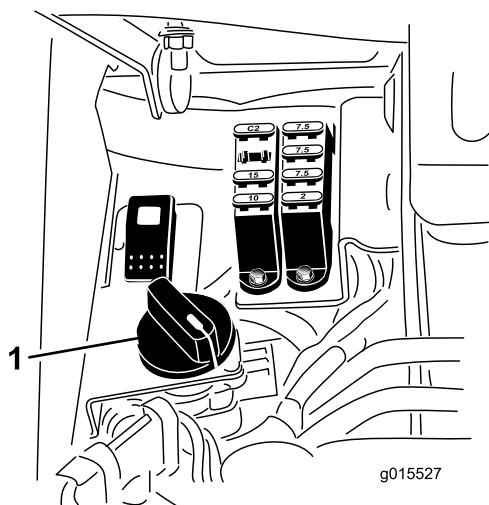

Figura 54
6. Girate il comando di velocità dei cilindri in posizione 1 Figura 54.